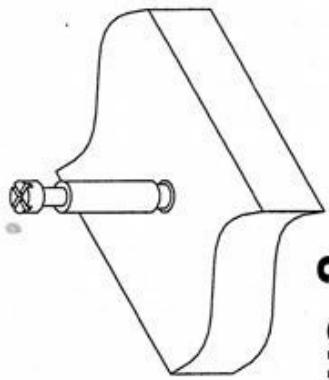
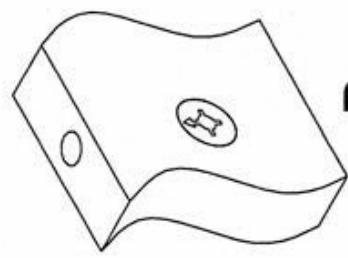

Рис. 2
Рис. 1
1. Вставить стяжки-растекс (3) в детали 1 и 6 (см. рис.1). Соединить царгу 2 с боковинами 1 и 6 при помощи евровинтов (2). закрутить дюбеля стяжек-растекс (4) в муфты полки 3 (см. рис. 2). Соединить полку 3 с боковиной 1. Фиксацию стяжек-растекс произвести путем поворота их по часовой стрелке.